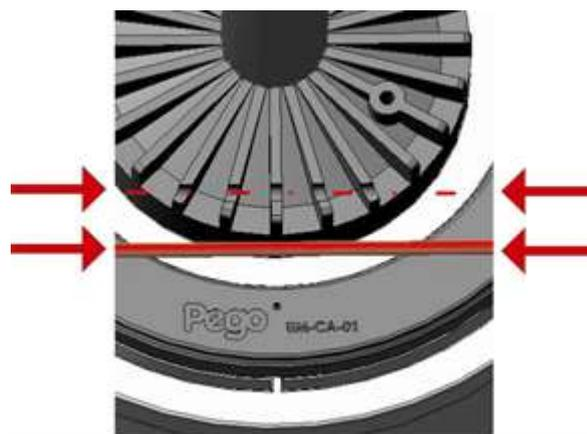

Fig. 36
- C. Scorrere la flangia superiore sul cilindro spingendola in sede fino in fondo e direzionando la sede delle molle in modo parallelo ad esse (fig. 36).